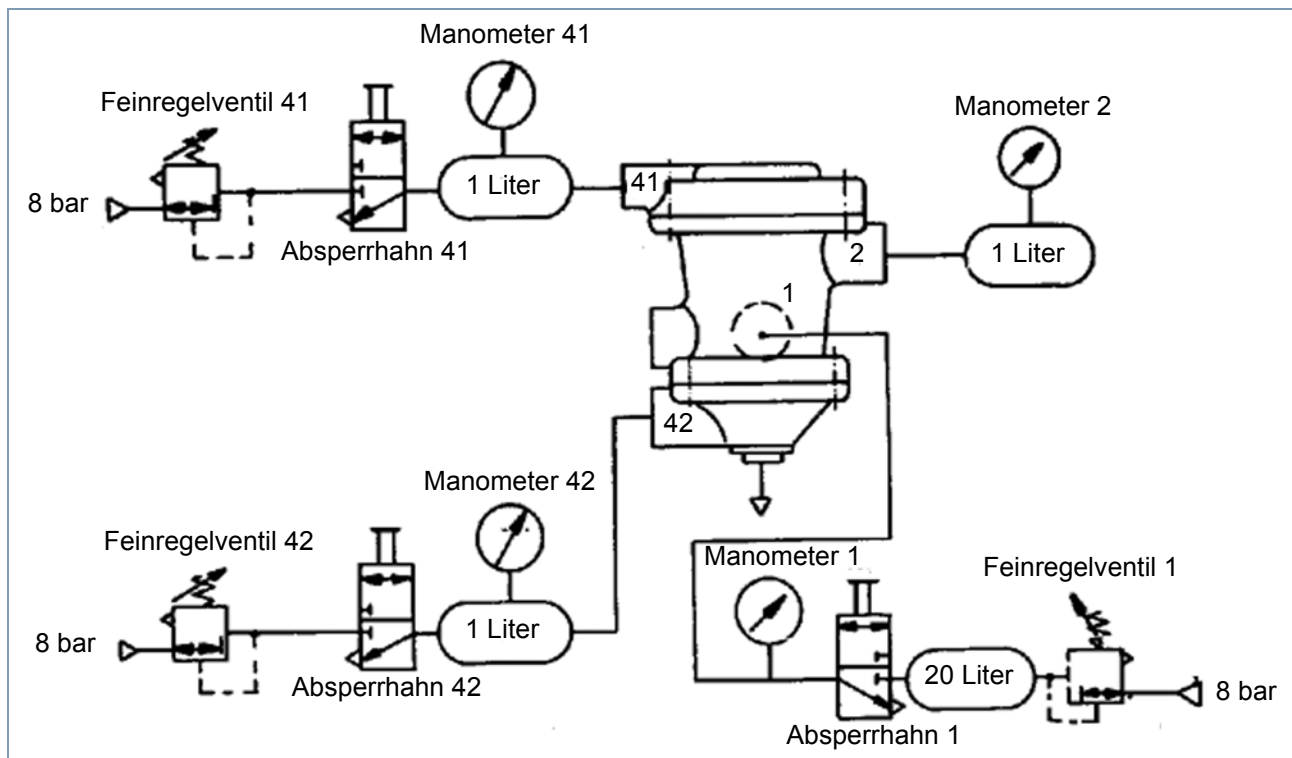

Abb. 3 Prüfschema
- Prüfstand 435 197 000 0 oder eine adäquate Prüfvorrichtung (siehe Abb. 3)
i Wenn Sie den Prüfstand 435 197 000 0 nicht besitzen, müssen Sie das Gerät nach folgendem Schema prüfen (siehe Abb. 3).